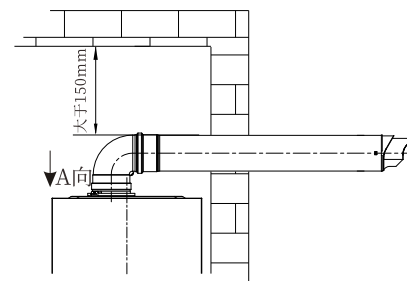

图3.6a
- (1) 同轴烟道的安装要严格按照CJJ12-99及其它相关标准操作，烟道出口位置与周围建筑物开口的距离选择也要符合其标准要求，如图3.6a所示。
- (2) 为防止同轴烟道上的排气孔和进气孔被堵塞，应将同轴烟道伸出墙外。
- (3) 同轴烟道安装接触或穿过房屋墙壁的管道时，相对环境的表面温升应小于等于60K，当该温升超过60K时，应在同轴烟道通过易燃材料组成的墙体时；必须覆盖厚度在20mm以上的不耐耐高温材料围护，确保墙体表面温升小于等于60K。
- (4) 同轴烟道与其穿过的墙壁上的圆孔之间的间隙，不得用水泥类东西填充，请使用随机附件的烟道法兰密封，否则不利于维修操作。
- (5) 同轴烟道的外表面应与上面的建筑物相距45mm以上。
- (6) 若使用加长管，所有的接口处必须密封，不得使废气漏入室内。
- (7) 烟道口位置必须位于不会造成公害的地方。
- (8) 壁挂炉必须与同轴烟道连接且须导出室外（如3.6b），没有烟管，停止壁挂炉运行。
- (9) 排烟温度最高可达到90℃,因此使用排烟管时应注意其材质能否在该温度下长期运行。
- (10) 由于排烟管具有一定的温度，因此不可连接到易受热变形管道上（如不耐高温的塑料管和内部有涂层的管道）。